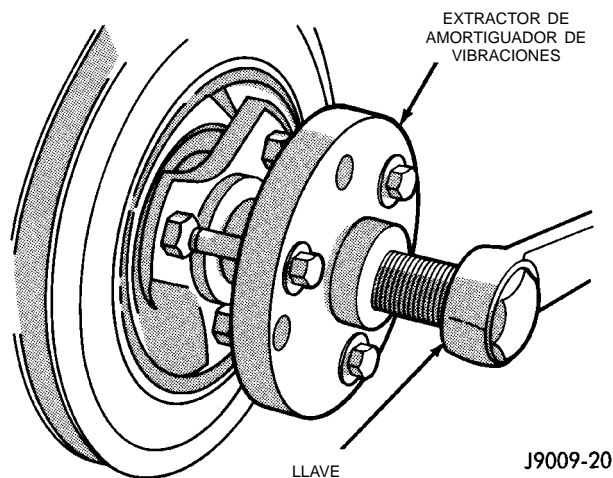

Fig. 38 Extractor de amortiguador de vibraciones 7697
(2) Retire la correa de transmisión en serpentina y la cubierta del ventilador.
(3) Retire el perno de retén y la arandela del amortiguador de vibraciones.
(4) Con el Extractor de amortiguador de vibraciones 7697, retire el amortiguador del cigüeñal (Fig. 38).